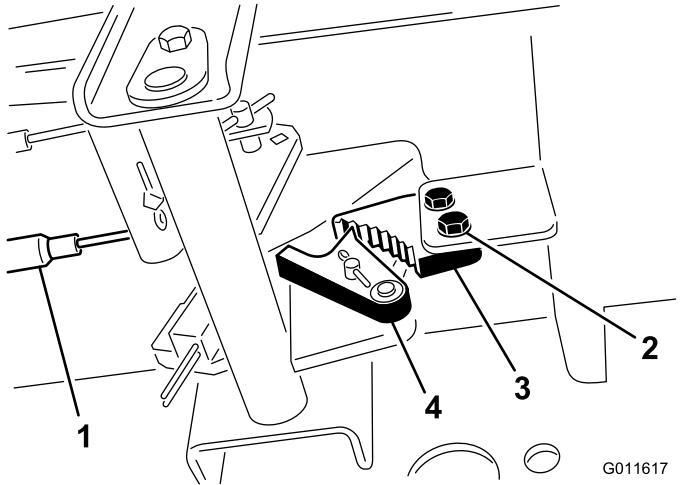

Figura 64
- Allentate le due viti che fissano il nottolino del freno di stazionamento al telaio (Figura 64).
- Premete in avanti il pedale del freno di stazionamento finché il fermo non s'innesta completamente nel nottolino del freno (Figura 64).